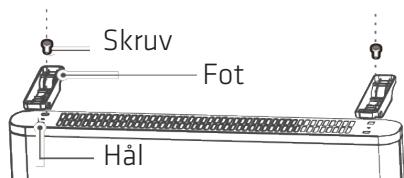

Bild 2
2. Ta bort fötterna enligt fig.2. Rikta in spännet på fötterna mot hålet, tryck på stödfoten tills hålen på stödet sammanfaller med skruvhålen på apparaten.